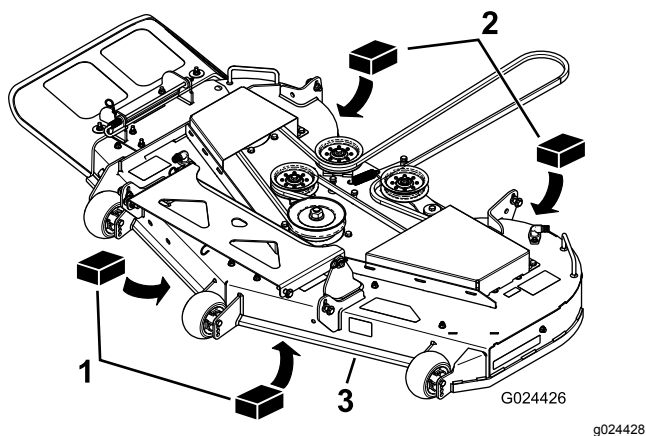

Figura 71
3. Coloque dos bloques de 6,6 cm de grosor debajo de cada lado del borde delantero de la carcasa, pero no debajo de los soportes de los rodillos protectores del césped (Figura 71).
4. Coloque dos bloques de 7,3 cm de grosor debajo del borde trasero del faldón de la carcasa de corte, uno en cada lado de la carcasa de corte (Figura 71).